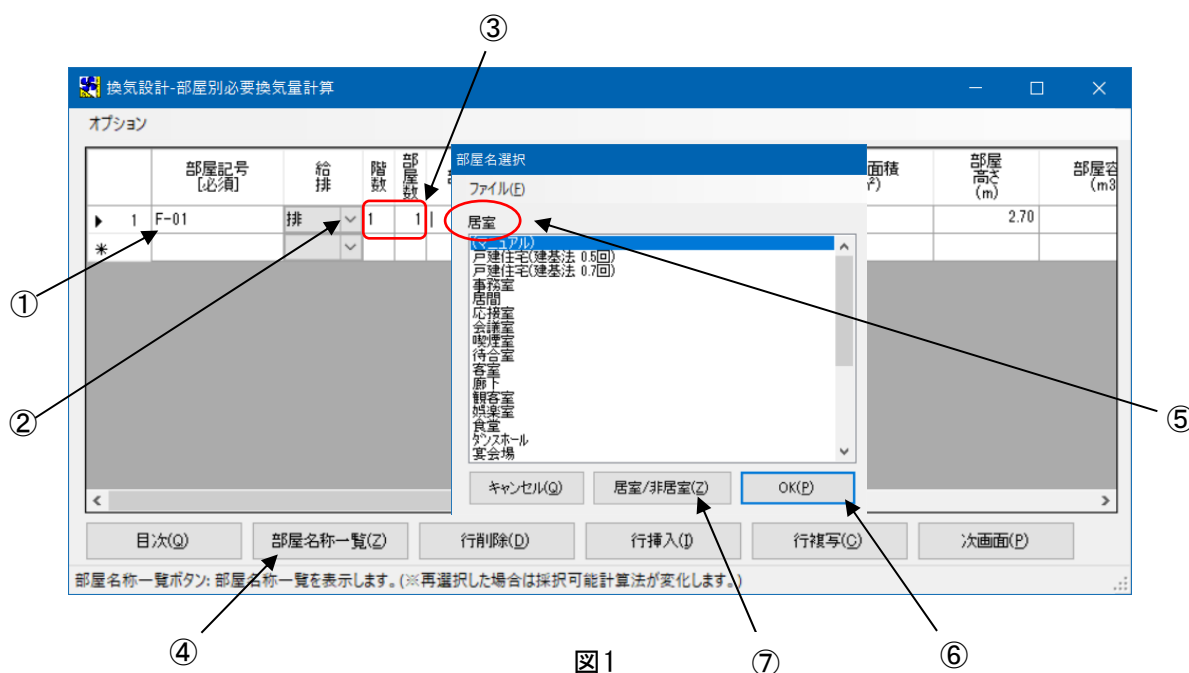

図1
「部屋記号」(図1-①)を入力し、**[Enter]**キーを押してください。
「給排」の「v」(図1-②)をクリックし、『排気・給気・(同時排気)・(同時給気)』の何れかを選択してください。
「階数」「部屋数」(図1-③)を入力し、**[Enter]**キーを押してください。
部屋数入力後、**[Enter]**キーを押し、[部屋名称一覧(Z)]ボタン(図1-④)をクリックすると『部屋名選択(居室)』画面(図1-⑤)が表示されます。
- (1) 選択したい部屋名をクリックし、[OK(P)]ボタン(図1-⑥)をクリックするか、又は**[Enter]**キーを押します。